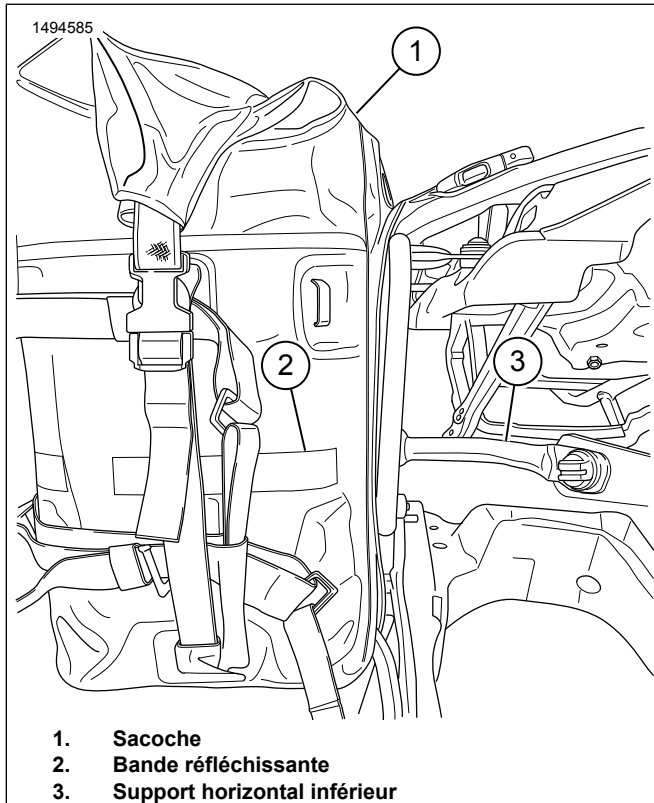

Figure 4. Installer la sacoché
5. Figure 4 Aligner la bande réfléchissante (2) sur la sacoche avec le support horizontal inférieur (3). Ajuster les sangles selon les besoins.